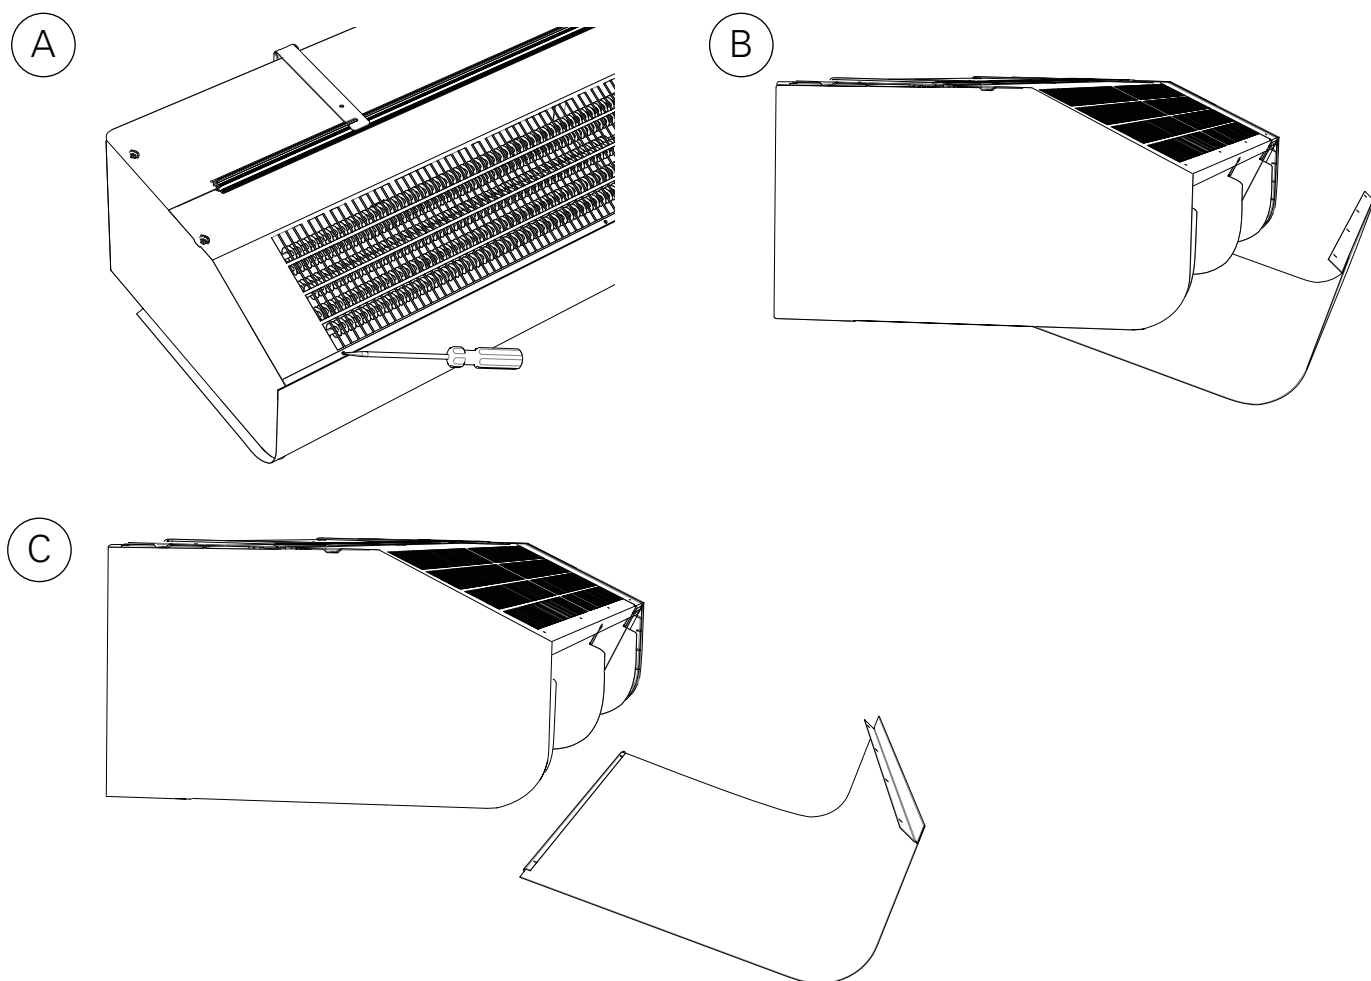

Fig. 3: Open the unit.
2. La rimozione dello sportello anteriore si esegue togliendo le viti nella parte superiore dell'unità e staccando il bordo piegato dalla parte inferiore. (Fig. 3)